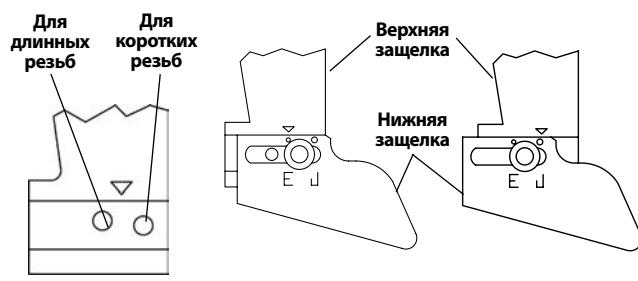

Рис. 18 – Настройка длины резьбы
2. Для нарезания короткой резьбы сдвиньте нижнюю защелку в направлении шпинделя станка. Для нарезания длинной резьбы отодвигите ее от шпинделя (см. Рис. 18 – показаны заводские настройки). Длинные резьбы, как правило, используются на Дальнем Востоке, а короткие резьбы – в Европе. Установите как требуется.